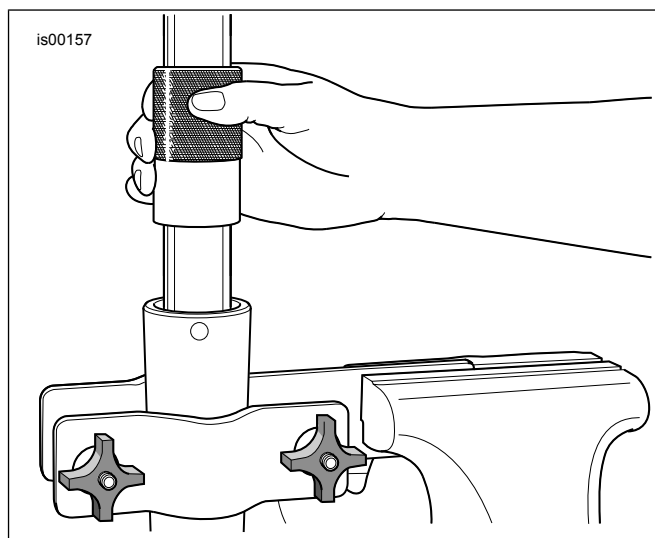

Figure 4. Installer le joint d'étanchéité d'huile de fourche
5. Enduire d'huile de fourche propre le diamètre intérieur (ID) et le diamètre extérieur (OD) de la douille de guidage (E). Faire glisser la douille de fourreau dans le tube de la fourche (dans les deux sens).
6. Faire glisser le joint d'écartement (D) dans le tube de fourche jusqu'à ce qu'il entre en contact avec la douille de fourreau (dans les deux sens).
7. Enduire le diamètre intérieur du nouveau joint d'étanchéité d'huile de fourche (4) avec de l'huile de fourche **propre**. Enduire le diamètre extérieur du joint d'étanchéité d'huile de la fourche avec de la graisse d'étanchéité Harley-Davidson Seal Grease. Avec le côté lettrage vers le haut, faire glisser le joint d'étanchéité d'huile de la fourche vers le bas du tube de fourche jusqu'à ce qu'il entre en contact avec le joint d'étanchéité de l'entretoise.
8. Consultez Figure 4. Récupérer l'outil pour joints et douilles de fourche (HD-45305) et procéder comme suit :
- b. Consultez Figure 4. En utilisant l'outil en guise de redresseur par inertie, enfoncer le joint d'étanchéité d'huile de la fourche (avec le joint d'écartement et la douille du fourreau) dans le tube de la fourche jusqu'à ce que la rainure de l'attache de fixation soit visible dans le diamètre intérieur du diamètre intérieur du fourreau de fourche.